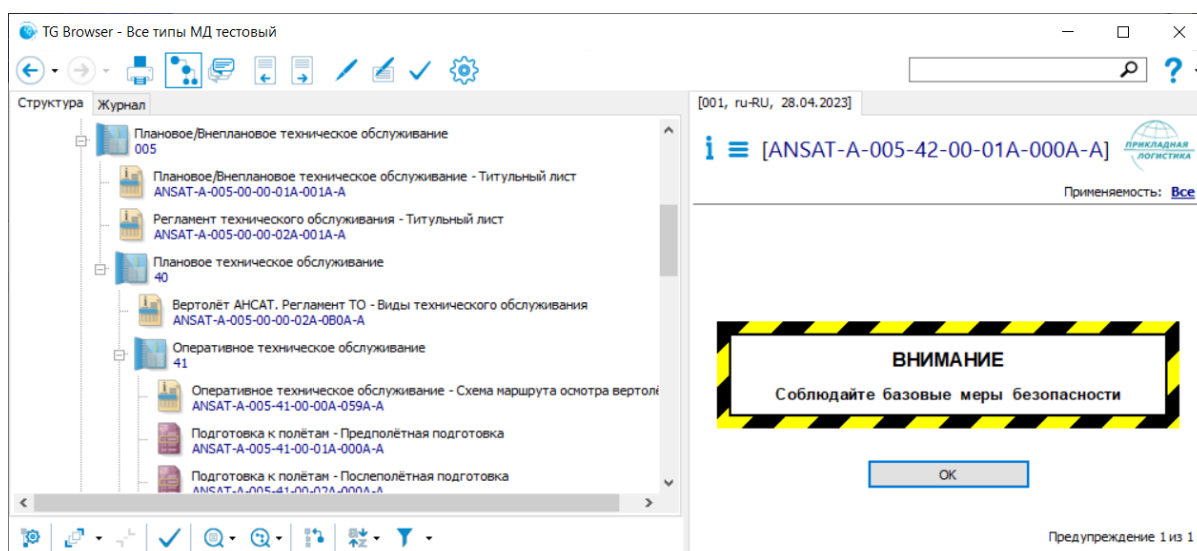

Рис. 155
2. На вкладке **Структура** выберите МД типа «Контрольная карта (Чеклист)». В правом окне появится сообщение с общими для всего МД блоками (или со всеми, в зависимости от настроек, выбранных в окне Настройки) «Предупреждение» и «Внимание» (Рис. 155).